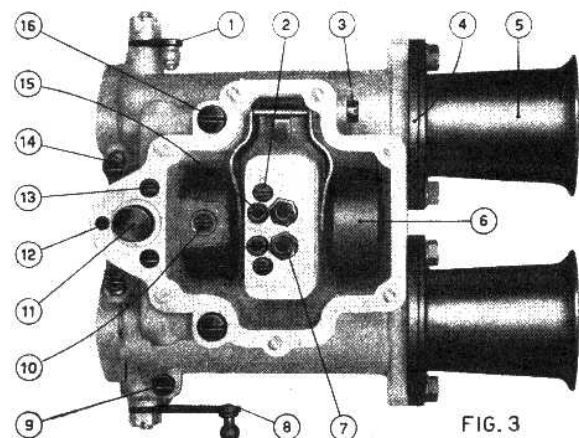

FIG. 3
I carburatori del tipo «35-38-39-40 DCO» vengono a richiesta forniti completi di prolunghe alette centratore (4) e di prese d'aria aggiuntive (5) a forma di trombetta (Fig. 3); inoltre una opportuna disposizione dei getti principali, dei pozzetti di emulsione e del galleggiante permette la loro installazione sia a destra come a sinistra del motore, garantendo sempre una regolare alimentazione in tutte le condizioni di impiego della vettura.
Per indicare la posizione dei particolari interni dei carburatori del tipo «35-38-39-40 DCO», in Fig. 3 è rappresentata una vista in pianta del carburatore stesso con il coperchio smontato.